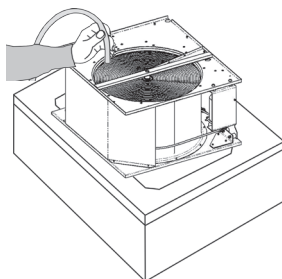

Figure 18
**Nettoyage de l'échangeur.** Lorsque le nettoyage par air comprimé n'est pas possible, celui-ci peut être lavé avec de l'eau savonneuse (figure 18), ou si nécessaire avec un produit dégraissant pour métaux (aluminium). S'assurer qu'il n'y ait pas d'eau à couler sur les moteurs et autres composants électriques, dans le cas contraire, les sécher soigneusement. Laisser sécher et ne remonter celui-ci qu'une fois complètement sec.